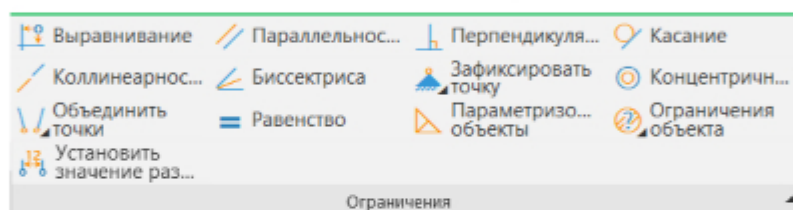

Рис. 5 Панель «Ограничения»
**Панель быстрого доступа** (рис. 5) – содержит кнопки вызова команд выбора режима, управления изображением активного документа. Здесь содержатся команды:
Команды панели «Ограничения» служат для формирования правил, по которым может изменяться положение или размер элемента эскиза (см. рис. 5).